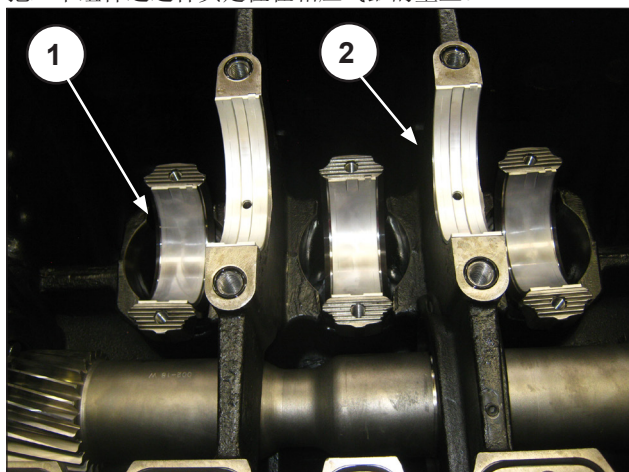

图 95
把半轴瓦安装在三个半连杆和前泵壳支座上(图 95①, ②)
为了避免半轴瓦的反装, 请仔细观察上面的图示(图 95); 尤其是, 连杆半轴瓦在茎上没有凹槽(①), 而支座上的半轴瓦则有润滑孔道和凹槽(②)。安装曲轴前, 应重新确认半轴瓦的正确定位。